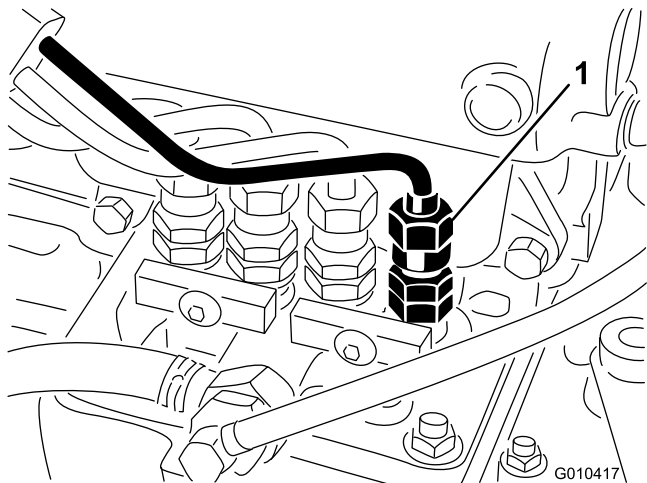

図 60
1. 燃料噴射ポンプの No.1インジェクタノズル (図 60) へのパイプ接続部をゆるめる。